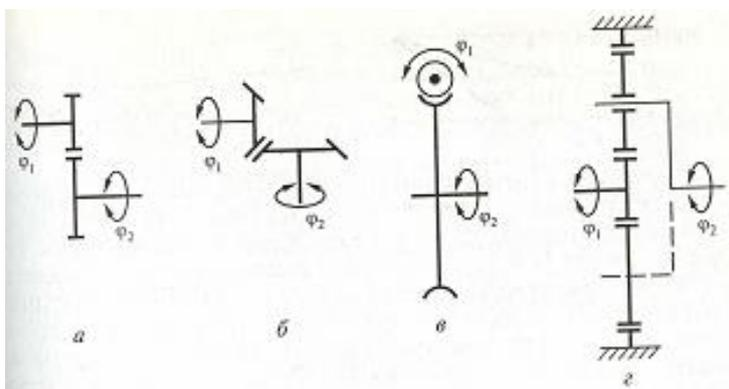

Рис. 6 Передаточные механизмы круговых движений
**Вопрос 22.** Из представленных на рис. 6 передаточных механизмов круговых движений выберите планетарную передачу.
- 1) рис. 6а;
- 2) рис. 6б;
- 3) рис. 6в;
- 4) рис. 6г.